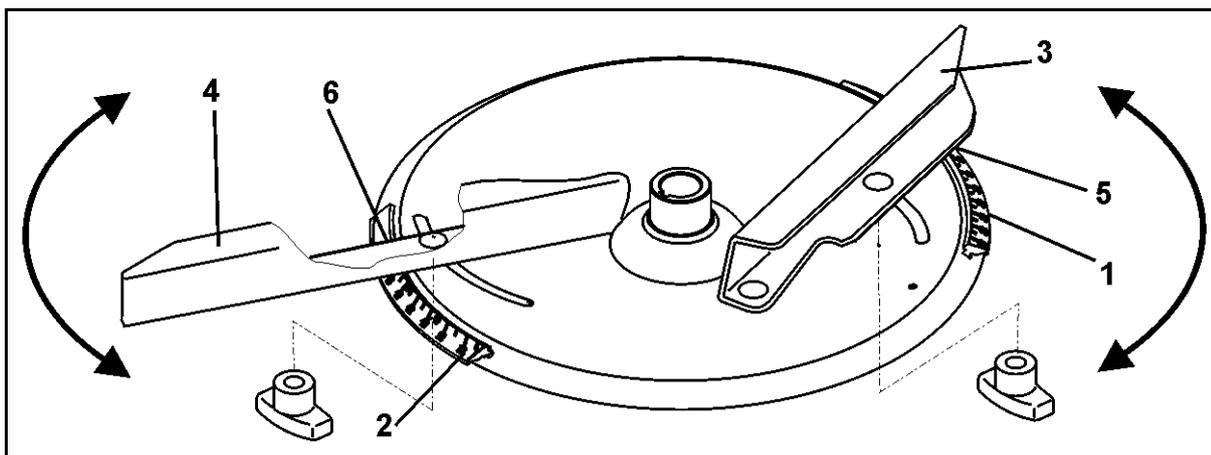

Fig. 56
Pour un réglage précis et sans outil de la position des aubes d'épandage, chaque disque d'épandage dispose de deux échelles graduées bien distinctes (Fig. 56/1 et Fig. 56/2).
- L'échelle graduée (Fig. 56/1) dont les valeurs vont de 5 à 28 correspond à l'aube d'épandage la plus courte (Fig. 56/3) et l'échelle graduée (Fig. 56/2) dont les valeurs vont de 35 à 55 correspond à l'aube d'épandage la plus longue (Fig. 56/4).
- o Relevez la valeur de réglage au niveau de l'arête de lecture (Fig. 56/5) pour l'aube d'épandage la plus courte (Fig. 56/3).
- o Relevez la valeur de réglage au niveau de l'arête de lecture (Fig. 56/6) pour l'aube d'épandage la plus longue (Fig. 56/4).
- Le fait de faire pivoter les aubes d'épandage sur une valeur plus élevée de l'échelle graduée (Fig. 56/1 ou Fig. 56/2) entraîne une augmentation de la largeur de travail.